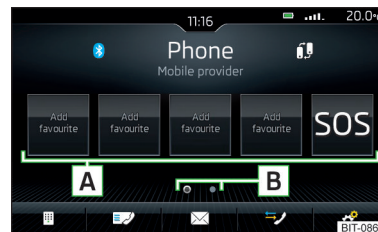

Abb. 148
- › Im Hauptmenü *Telefon* die gewünschte freie Funktionsfläche **A** » Abb. 148 antippen.
- › Zum **Wechsel der Speichergruppe** die Funktionsfläche **B** » Abb. 148 antippen.
- › Zur **Wahl** die belegte Funktionsfläche **A** » Abb. 148 antippen.
- › Im Hauptmenü *Telefon* die gewünschte belegte Funktionsfläche **A** » Abb. 148 halten.